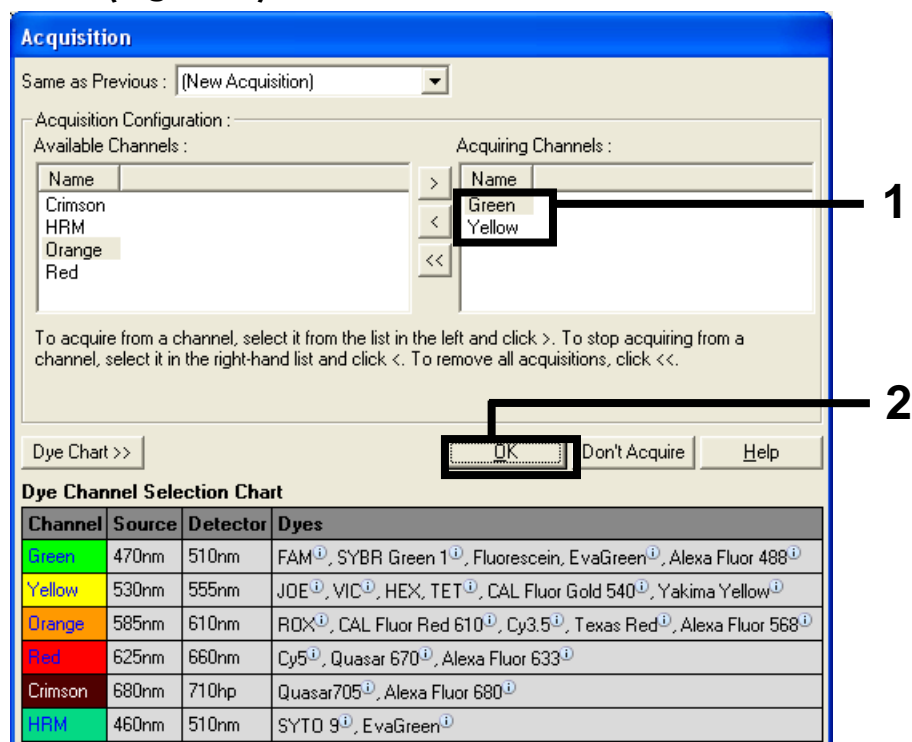

Figura 8. Acquisizione durante la fase di ciclaggio a 60°C.
11. Impostare i canali di acquisizione Green e Yellow (Verde e Giallo) selezionando il pulsante “>” per spostare questi elementi nell’elenco “Available Channels” (Canali disponibili). Fare clic su “OK” (Figura 8).